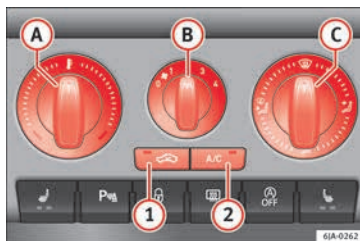

Fig. 170 Aire acondicionado: elementos de manejo.
El sistema de refrigeración funciona solamente si está pulsada la tecla **A/C** **2** » **fig. 170** » pág. 159, cumpliéndose a la vez las siguientes condiciones:
- La temperatura aumenta girando el mando **A** » **fig. 170** hacia la derecha.
- Conecte el ventilador girando el mando **B** » **fig. 170** a las posiciones de 1 hasta 4.
- Girando el mando **C** » **fig. 170** se ajusta el acceso de aire a los respectivos difusores » pág. 157.
- Pulse la tecla **A/C** **2** » **fig. 170** y el testigo de dentro de la tecla se ilumina.
Si el rotativo  » **fig. 170** está en posición de deshielo, la trampilla de recirculación estará siempre abierta (indicador luminoso apagado).
- Pulse la tecla  » **fig. 170**, el testigo de la tecla se ilumina indicando que se ha activado la recirculación del aire interior del habitáculo.